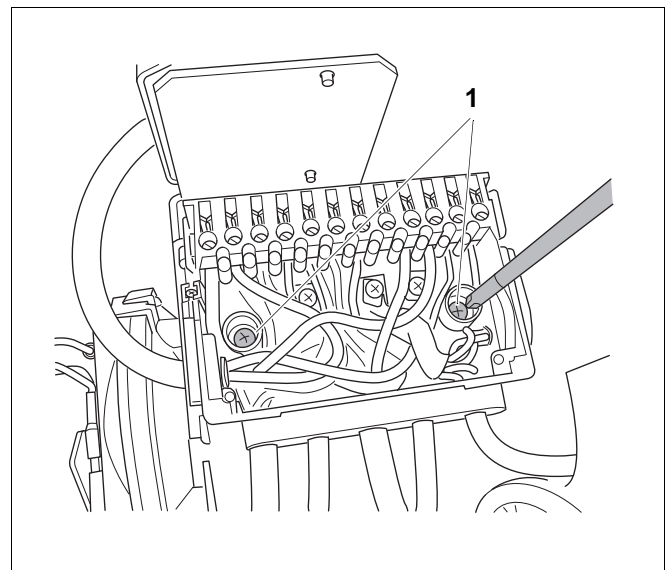

Рис. 59 Отверните винты на цоколе
- Отверните два винта (рис. 59, **поз. 1**) на цоколе.